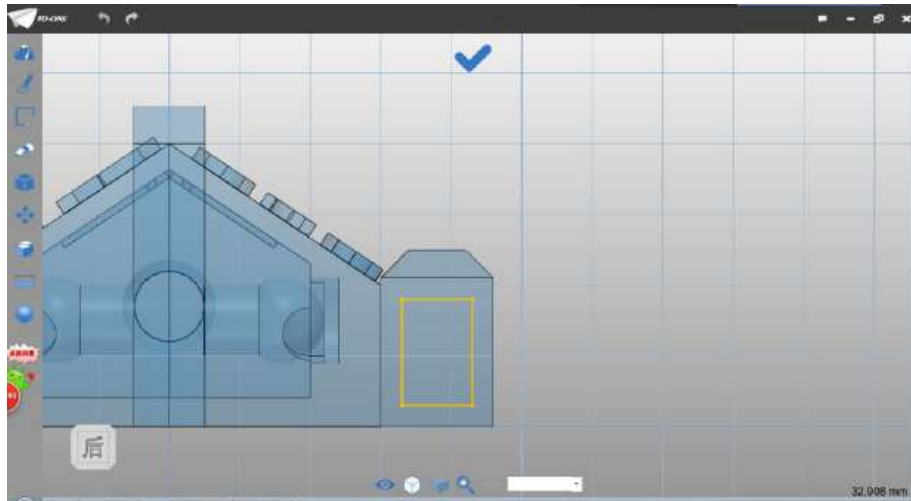

图 3-10
Step 10 点击确定，将外轮廓删除，保留偏移轮廓，如下图 3-10 所示：